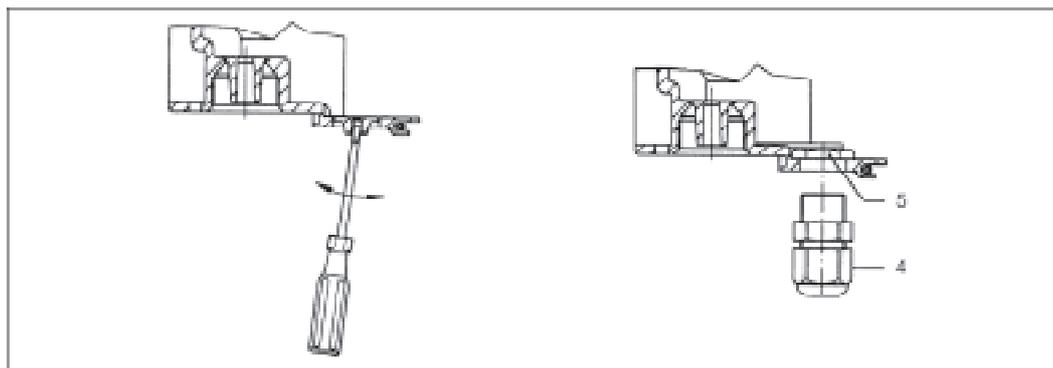

Fig. 4 : Câblage rangée avant
- ▶ Puis monter les câbles de la rangée avant : (voir fig. 4)